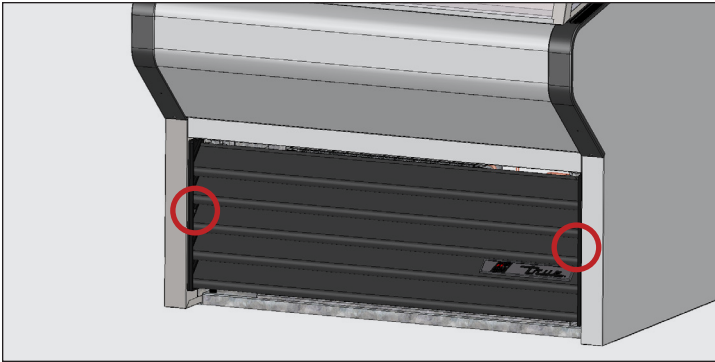

Abb. 1. Schrauben, mit denen das Lüftungsgitter befestigt ist
2. Die Schraube, mit der das Lüftungsgitter am Schrank befestigt ist, entfernen. Siehe Abb. 1.